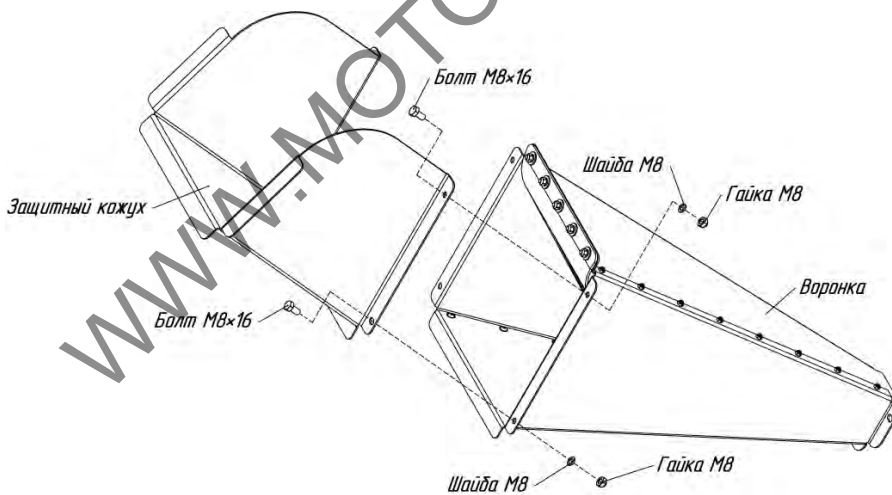

Рис.5 Установка защитного кожуха на воронку.
6. Установите на воронку защитный кожух и закрепите его болтами, шайбами и гайками (рис.5).